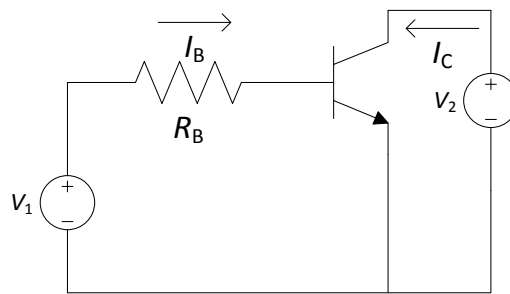

Figura 1. Circuit per a l'obtenció de les corbes $I_B = f(V_{BE})$ i $I_C = f(V_{CE})$ del transistor.
- P2. Respecte al circuit de la Figura 1 amb $R_B = 100$ k Ω
- P5. Prepareu el material per al treball experimental i munteu el circuit de la Figura 1 amb el transistor BC547. Tingueu especial cura en identificar correctament els terminals del transistor a partir del full d'especificacions.